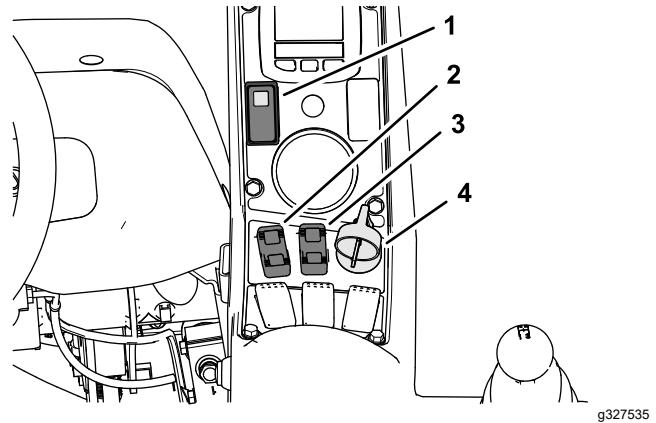
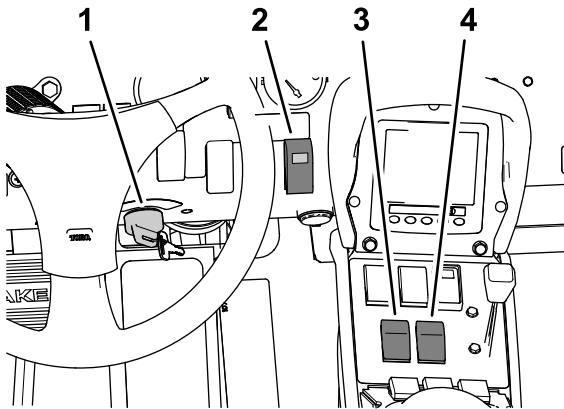
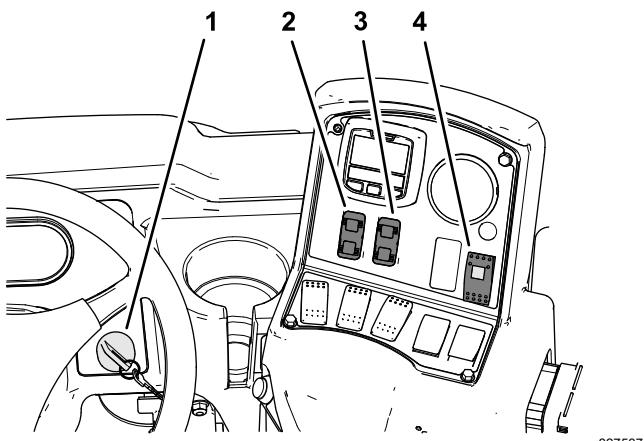

Figura 43
Figura 44
Figura 45
Nota: La spia Sonic Boom(Figura 43, Figura 44, o Figura 45) si illumina sul relativo interruttore e indica lo stato del sistema Sonic Boom come segue:
1. Premete l'interruttore Sonic Boom (Figura 43, Figura 44, o Figura 45) in posizione ON.
2. Utilizzate l'interruttore di comando del sollevamento delle barre (Figura 43, Figura 44, o Figura 45) per abbassare le barre alla distanza desiderata dal terreno.
Nota: Potete temporaneamente escludere il funzionamento automatico delle barre utilizzando gli interruttori di comando del sollevamento delle barre (Figura 43, Figura 44, o Figura 45) per sollevare o abbassare una barra o entrambe le barre.
4. Per ripristinare la modalità automatica, premere momentaneamente l'interruttore/gli interruttori di comando del sollevamento delle barre in posizione ABBASSARE (Figura 43, Figura 44, o Figura 45) per consentire al controller Sonic Boom di posizionare l'altezza dell'estremità della barra alla distanza desiderata dal terreno.
1. Premete l'interruttore Sonic Boom (Figura 43, Figura 44, o Figura 45) in posizione OFF.
2. Utilizzate gli interruttori di comando del sollevamento delle barre di destra e di sinistra per modificare l'altezza delle barre esterne (Figura 43, Figura 44, o Figura 45).